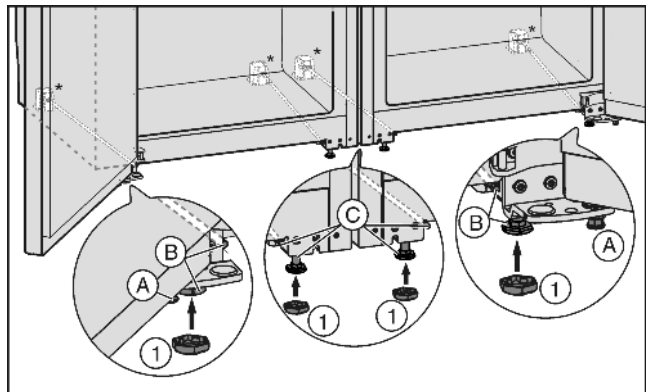

Fig. 20
- Middelste stelvoetjes Fig. 20 (C) weer uitdraaien tot ze de vloer raken.
- Vervolgens de deur ondersteunen: Stelvoetjes Fig. 20 (A) aan de lagerbus uitdraaien tot ze de vloer raken, daarna 90° verder draaien.